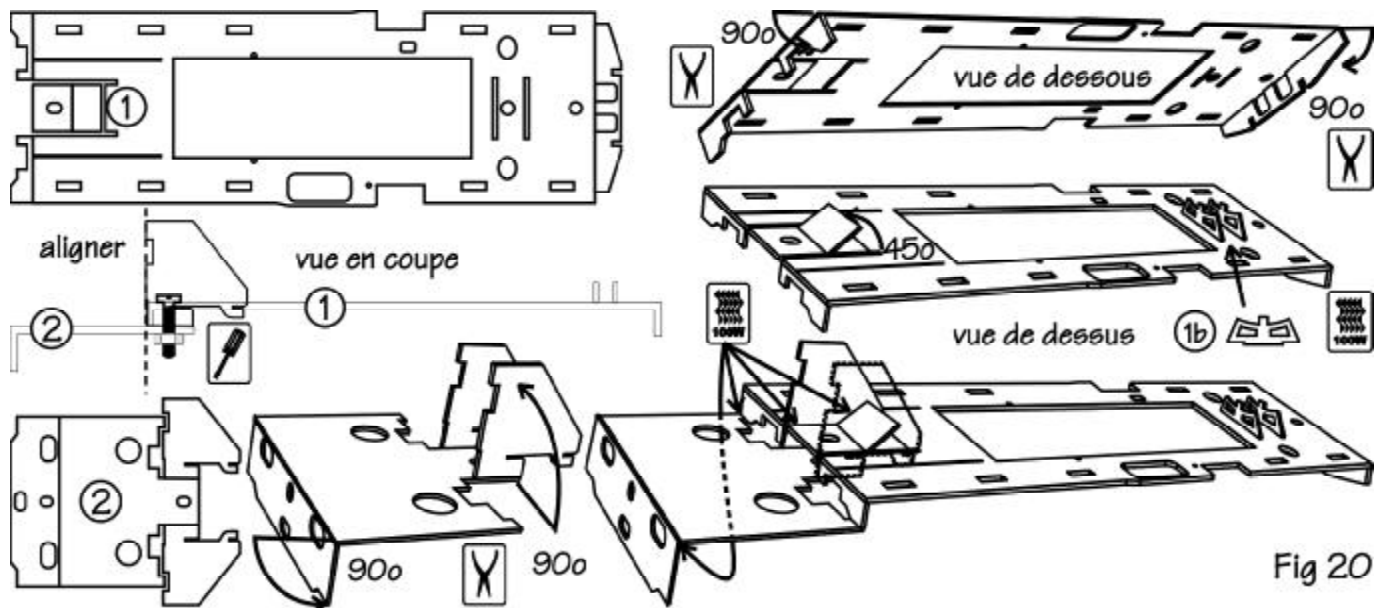

Fig 20
5.2 : Plier la plate-forme 1 et le plancher de cabine 2 comme indiqué à la figure 20, souder les supports de chaudière 1b.